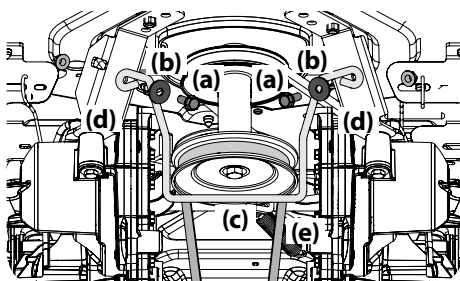
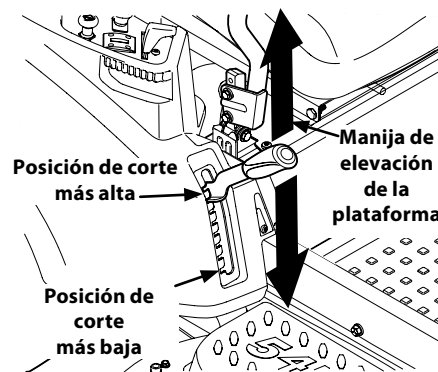

Figura 4-10
Figura 4-12
- Extraiga el tornillo de arandela hexagonal (a), la arandela plana (b) que asegura la varilla del guardacorreas (c) con los soportes de montaje (d) y retire varilla del guardacorreas (c). Consulte la Figura 4-10.
- Retire la correa en 'V' (e) de la polea de la toma de fuerza (PTO), ubicada en la base del motor en los tractores de PTO manual, y prosiga con el Paso 9. Consulte la Figura 4-10.
- Usando la manija de elevación de la plataforma, levante la plataforma a la posición que le ofrece mayor recorrido horizontal de la correa entre las poleas locas de la plataforma y la polea de la PTO en la base del motor. Consulte la Figura 4-12.
- d. Baje la plataforma hasta la posición de corte más baja usando la manija de elevación de la plataforma. Consulte la Figura 4-12.
- e. Baje la plataforma hasta la posición de corte más baja usando la manija de elevación de la plataforma. Consulte la Figura 4-12.
11. Ubique la manija de elevación de la plataforma en la posición de corte más elevada y deslice la plataforma hacia afuera desde abajo del tractor. Consulte la Figura 4-12.
- Figura 4-12. Deslice la plataforma debajo del tractor del lado derecho del mismo, alineando las ménsulas de suspensión de la plataforma y los brazos de elevación de la plataforma.
- Reinstale la varilla del guardacorrea (Consulte la Figura 4-12 y el cable de la PTO (Consulte la Figura 4-10).